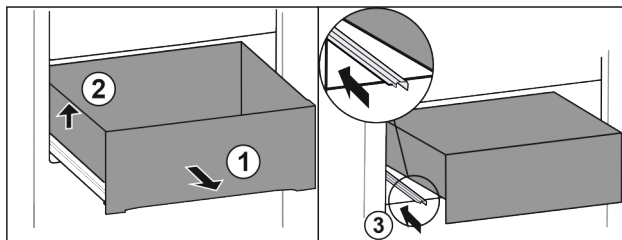

Fig. 21
► Vytáhněte zásuvku až na doraz. Fig. 21 (1)
► Nadzvedněte zásuvku vlevo. Fig. 21 (2)
► Zasuňte levou kolejničku. Fig. 21 (3)